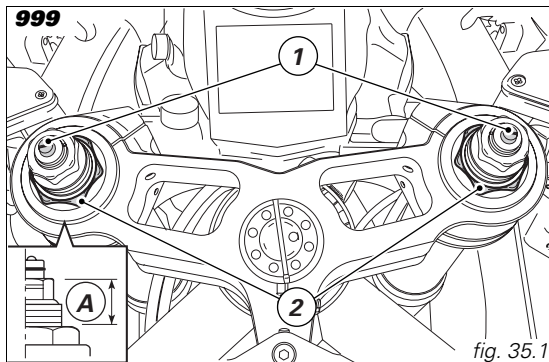
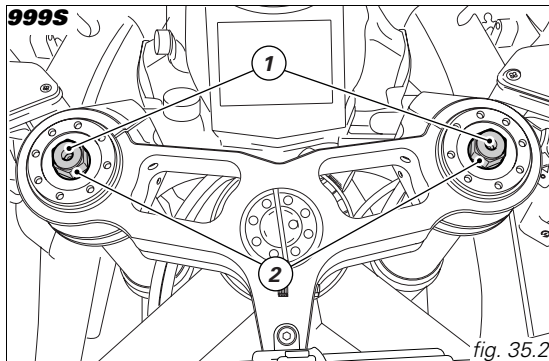

fig. 35.1
fig. 35.2
- 1) modifier le frein hydraulique en détente (fig. 35.1 et fig. 35.2) ;
- 2) modifier la précontrainte des ressorts intérieurs (fig. 35.1 et fig. 35.2) ;
Précontrainte ressort (A, fig. 35.1) : 20 mm (999),
Précontrainte ressort (A, fig. 35.1) : 10÷25 mm (999),
hexagonale (2, fig. 35.1 et fig. 35.2) à l'aide d'une clé mâle